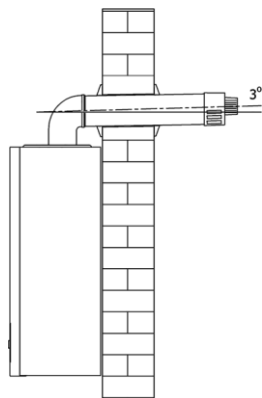

Figura 30: Inclinación de la chimenea de condensación de la caldera
- Durante la instalación de la tubería horizontal, la pendiente de la tubería debe mantenerse entre el 1,5 – 3 grados, con inclinación hacia la caldera (según figura 30). Se deben colocar bridas de agarre cada 3 metros.